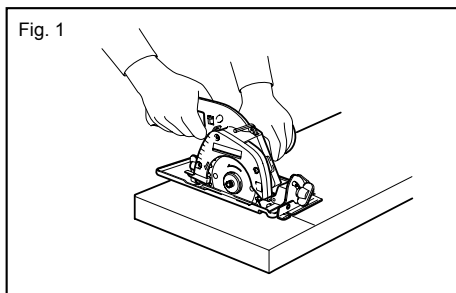

Fig. 1
19. **Placez la base de la scie sur la partie de la pièce qui est solidement soutenue, non sur celle qui tombera une fois la coupe terminée.** À titre d'exemples, la Fig. 1 illustre la **BONNE** façon de couper l'extrémité d'une planche, tandis que la Fig. 2 illustre la **MAUVAISE** façon de procéder. Si la pièce est courte ou petite, installez-la dans un dispositif de serrage. **N'ESSAYEZ PAS DE TENIR LES COURTES PIÈCES UNIQUEMENT AVEC LA MAIN !**